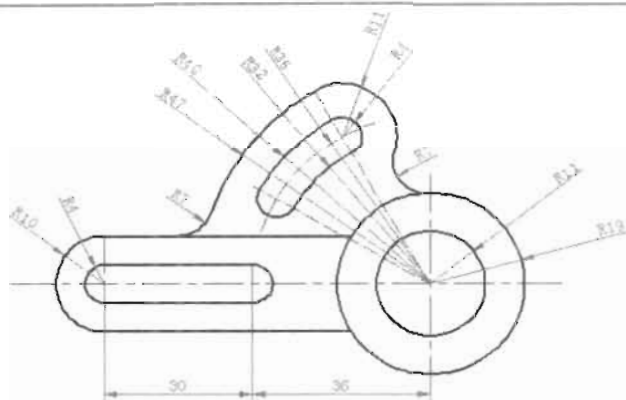

图 5-110
(1) 打开配套光盘中的“操作示例 5-12.dwg”文件，如图 5-110 所示。例如要选择所有的辅助线，而它们具有相同的线型，并且与其他对象的线型不一样，那么如何来创建这个过滤器呢？